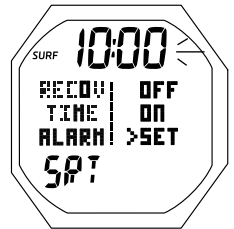

Fig. 134 - RÉGLAGE DE L'ALARME DE TEMPS DE RÉCUPÉRATION EN SURFACE
**RÉGLAGE DE L'ALARME DE TEMPS DE RÉCUPÉRATION EN SURFACE (SRT),** : paramètres affichés (Fig. 134)